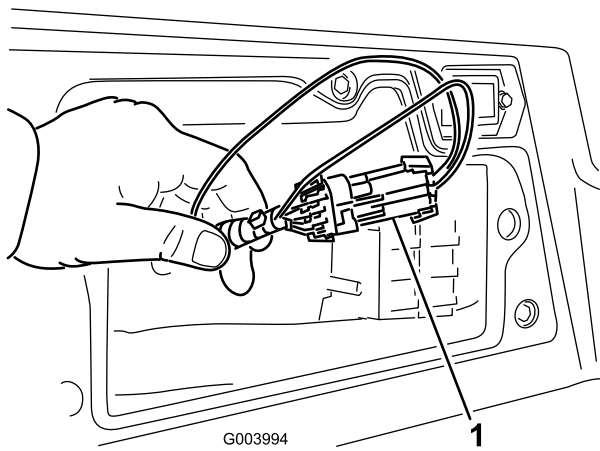

Figure 49
3. Localisez le faisceau de câblage et les connecteurs près du module de commande (Figure 49).